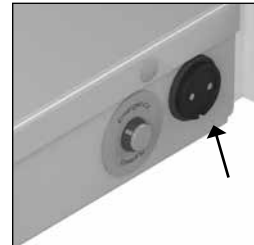

Abbildung 10 Aufladestation.
- Der Aufladepunkt befindet sich in der Mitte des Untergestells (Siehe Abbildung 10).
- Schließen Sie den Lader an die Marina Duschiage an (Siehe Abbildung 10).